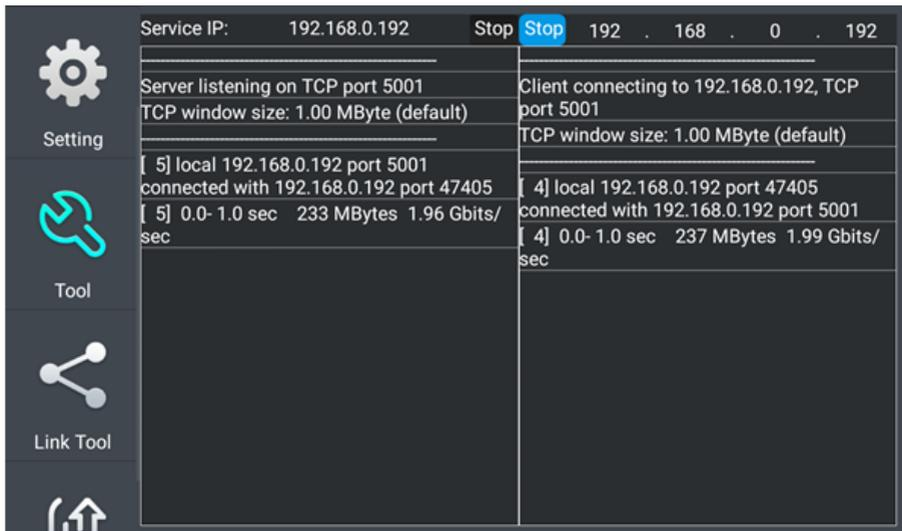

Рис. 113 Работа 2го тестера в режиме «клиент» при проверки пропускной способности сети
6. Нажмите кнопку Start (Старт), чтобы начать тестирование (рис. 113)